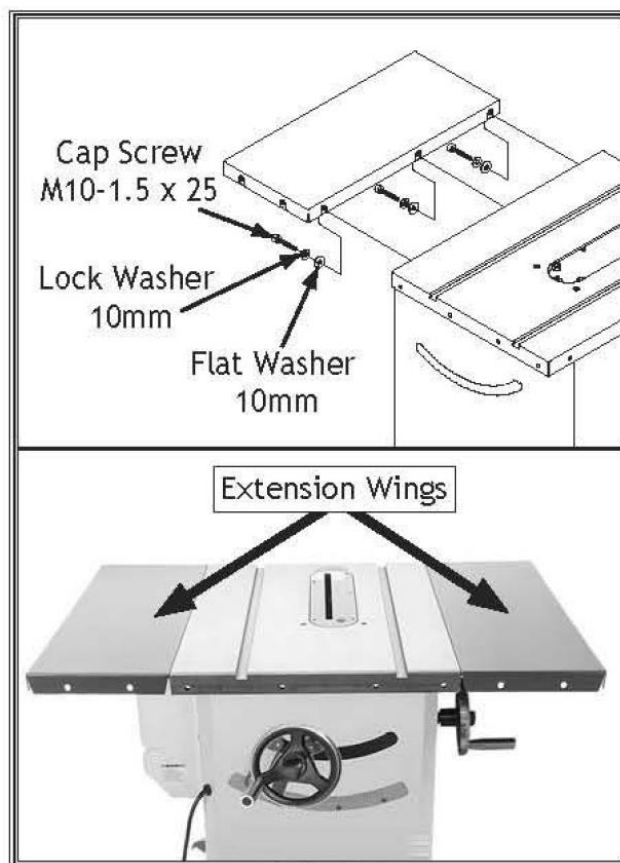

Рисунок 18. Установка удлинительных консолей стола.
8. Необходимо чтобы один человек удерживал удлинительные консоли стола на месте, во время крепления их к основному столу с помощью (3) винтов M10-1,5 x 25, (3) стопорных шайб 10 мм и (3) шайб 10 мм (см. рисунок 18).